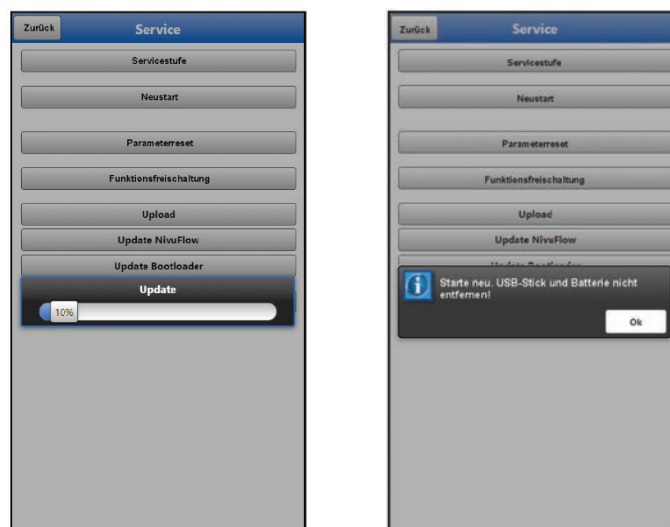

Abb. 33-13 Update läuft / Neustart erfolgt
5. Die neu hochgeladene Firmware-Datei im Anzeige- und Bedienmodul anklicken. Das Update startet selbstständig (Abb. 33-13).